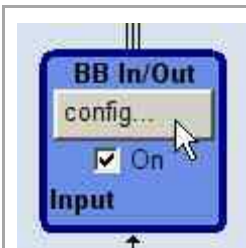

Рис. 15 – R&S®SMBV, конфигурация блока BB In/Out.
- a. Щелкнуть левой кнопкой мыши по кнопке config... (см. рис. 15).